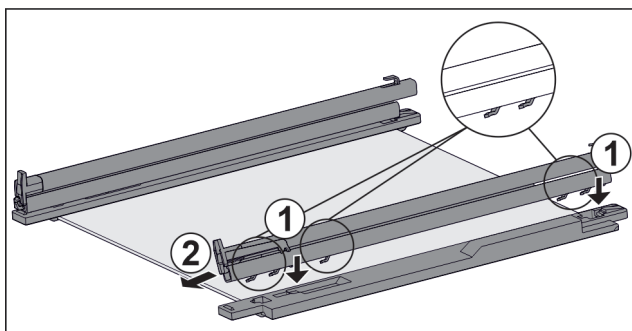

Fig. 114 Стекла́нная пласти́на с напра́вляющими и крепе́жными эле́ментами
- Поместите крючки направляющей в отверстия **левого** крепежного элемента. Fig. 114 (1)
- Потяните направляющую вперед. Fig. 114 (2)
- Поместите крючки направляющей в отверстия **правого** крепежного элемента. Fig. 114 (1)